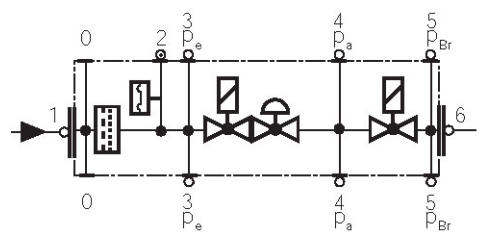

Fig. 41
- Pulire o sostituire il filtro se la differenza di pressione fra i punti 1 e 3 (Fig. 41) è  $\Delta p > 10$  mbar.
- Pulire o sostituire il filtro se la differenza di pressione fra i punti 1 e 3 (Fig. 41) risulta raddoppiata dall'ultimo controllo.